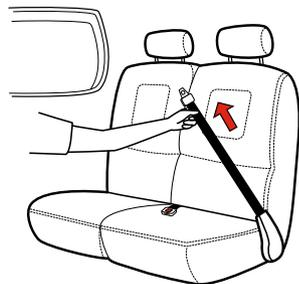

Figure 13
- Ceinture sous-abdominale rétractable – ceinture sous-abdominale montée sur un enrouleur qui tire automatiquement la ceinture lorsqu'elle est relâchée, tel qu'illustré dans la **Figure 13**.